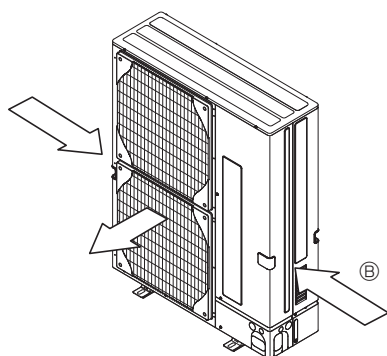

Fig. 2-5
- ③ Anbring om muligt enheden således, at luftudblæsningen blæser vinkelret på den fremherskende vindretning. (Fig. 2-5)